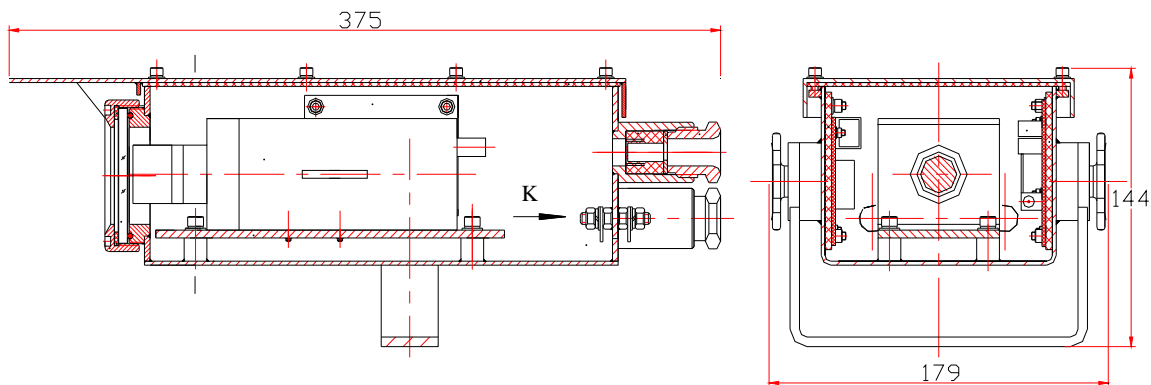

图3 外型尺寸
4.1 外型尺寸（见图3）： $lmm \times bmm \times hmm$ ； $375 \times 179 \times 144$ 。